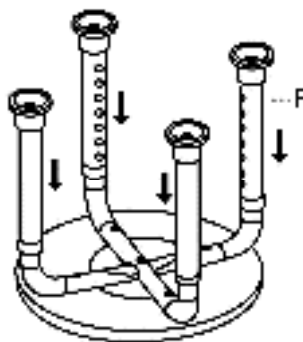

Fig. 5
2. Sélectionnez la hauteur adaptée en ajustant le pied en la déplaçant vers le haut ou le bas et libérez la goupille de sécurité devant la position de l'orifice de montage voulu (Fig. 5).